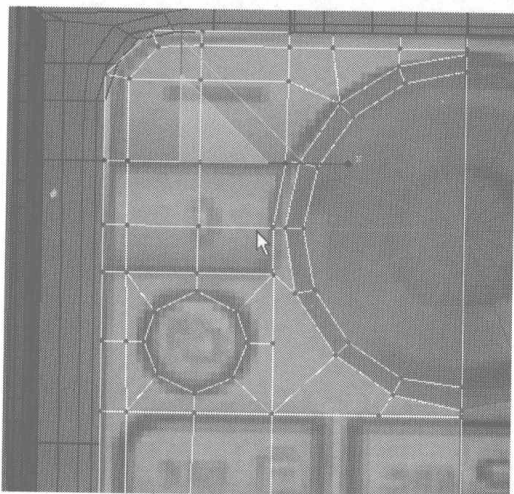

图 4.524
- 17** 在 Front 视图中继续添加、调整细分线，如图 4.524 所示，再回到 Create 控制面板中单击 **Cylinder** 按